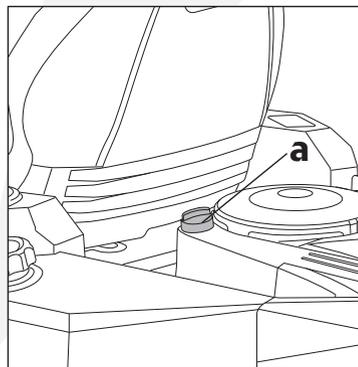

Fig. 11
- Retire la varilla de nivel de aceite del motor (a, Fig.11). Limpie la varilla de nivel asegurándose de que no queden restos de aceite.